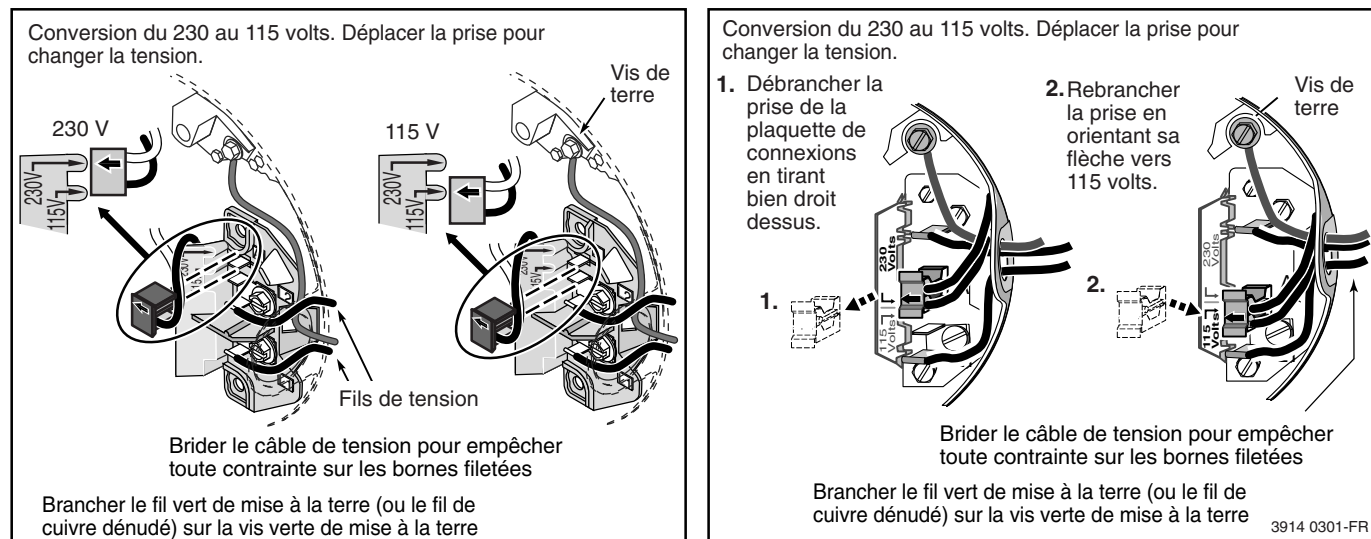

Figure 3 - Schéma de câblage des moteurs monophasés bitension 115/230 volts
- 7 ° Brancher les conducteurs transporteurs de courant sur les bornes L1 et L2 qui se trouvent sous le carter du moteur. Lorsque l'on remplace le moteur, comparer le schéma de câblage de la plaque signalétique par rapport à la Figure 3. Si le schéma de câblage du moteur ne correspond pas au schéma de la Figure 3, suivre le schéma de câblage du moteur.
IMPORTANT : Les modèles monophasés fonctionnant sur le 115/230 volts sont expédiés de l'usine câblés pour fonctionner sur le 230 volts. Si le courant d'alimentation est de 115 volts, déposer le carter du moteur et rebrancher le moteur comme il est illustré à la Figure 3. Ne pas essayer de faire fonctionner un moteur comme il est reçu sur le courant de 115 volts.